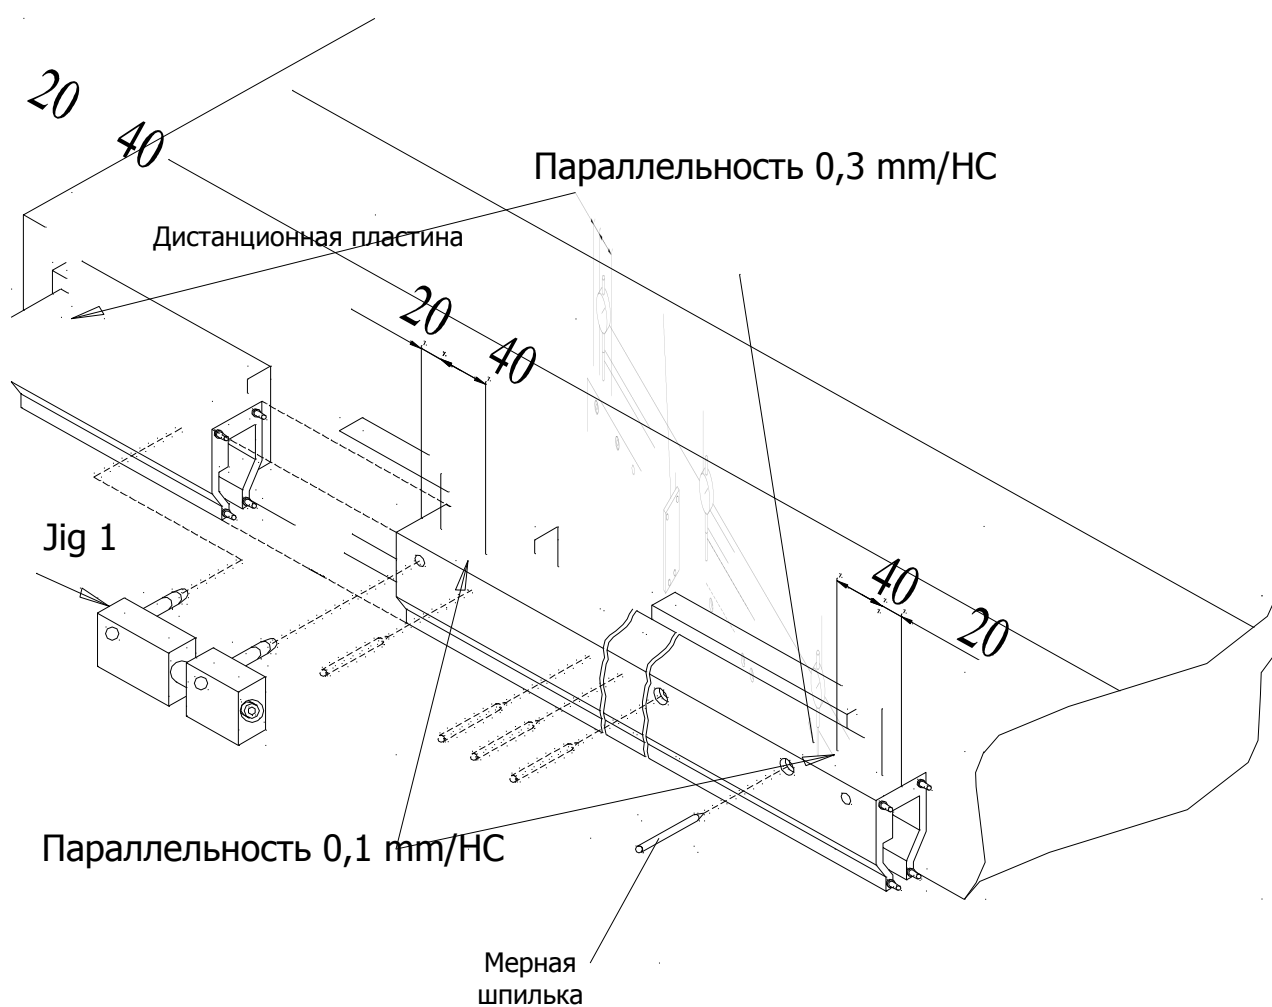

Рис. 2-6
- Кондуктор 1; для монтажа сегментов профиля с соединительной прокладкой (см. рис. 2-6 и 2-7)
- Дистанционная пластина 4 мм; для позиционирования сегментов профиля (см. рис. 2-6)
- Мерная шпилька $\varnothing 6$; для маркировки положения резьбовых отверстий M5 на станке (см. рис. 2-6)